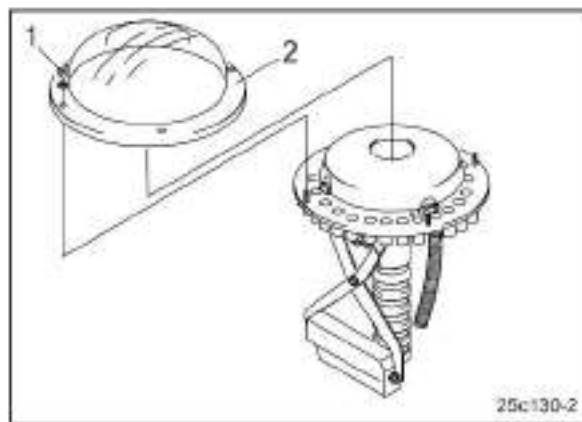

Рис. 112
4. Открутите барашковые гайки (Рис. 112/1) и снимите с распределительной головки прозрачную пластиковую крышку (Рис. 112/2).
6. Установите пластиковую крышку (Рис. 112/2).
7. Закрепите пластиковую крышку при помощи барашковых гаек (Рис. 112/1).